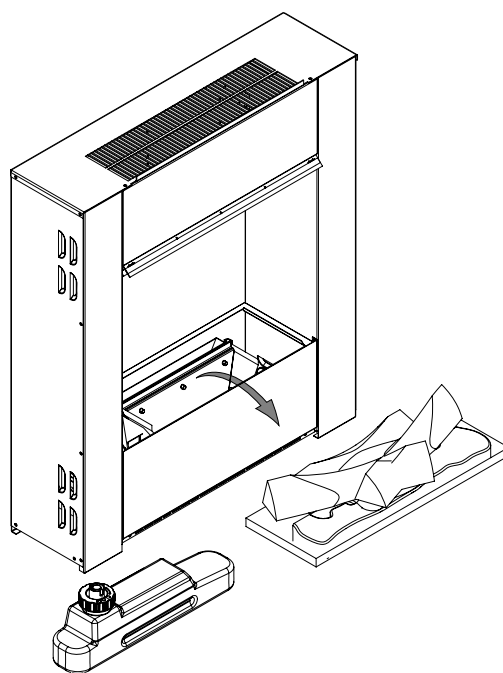

Fig.3
1. Bei eingeschaltetem Flammeneffekt das Feuerbett und den Wassertank (Siehe Abb. 3) und die Düse (Siehe Abb. 4) herausheben.